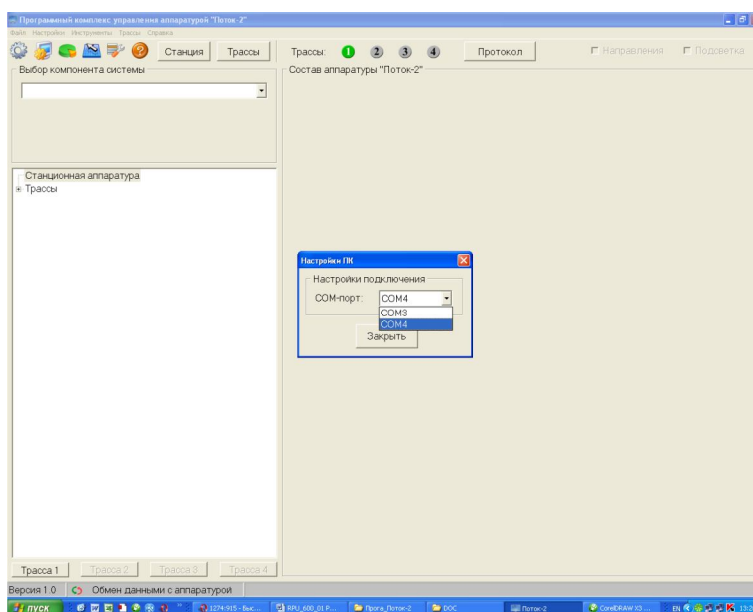

Рисунок 2
6.3 В меню программного обеспечения выбрать закладки «**Настройки**» → «**Настройки ПК**» и установить необходимый для работы COM порт. (См. Рисунок 2).